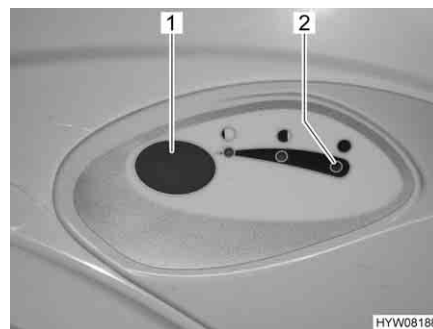

Fig. 171 Botón del inodoro/luz de control del inodoro Thetford
- Para lavar, pulsar el botón del inodoro azul (Fig. 171,1).
La luz de control (Fig. 171,2) se enciende cuando es necesario vaciar el depósito de aguas fecales.